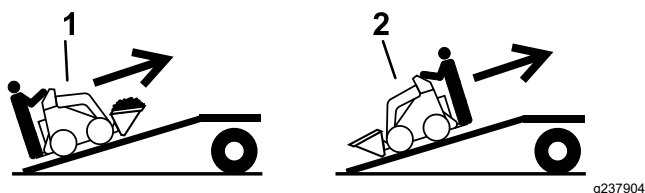

図 7
- 積み込みは、機体の前後のうち重い方を山側登り側にして行う 図 7。